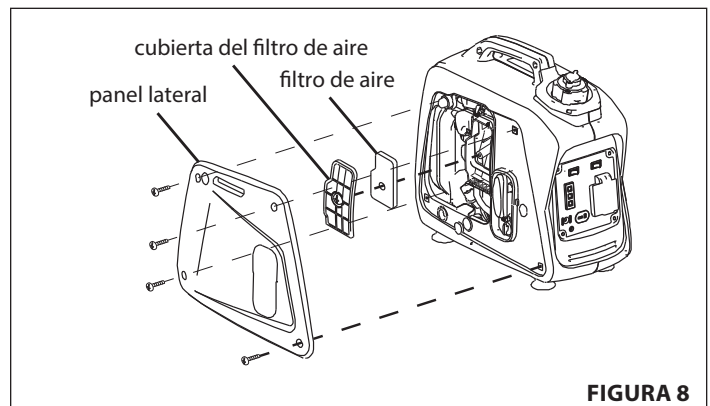

FIGURA 8
1. Para retirar el panel lateral del lado del mango de arranque del generador suelte los cuatro tornillos que lo fijan en su lugar. **CONSULTE LA FIGURA 8**